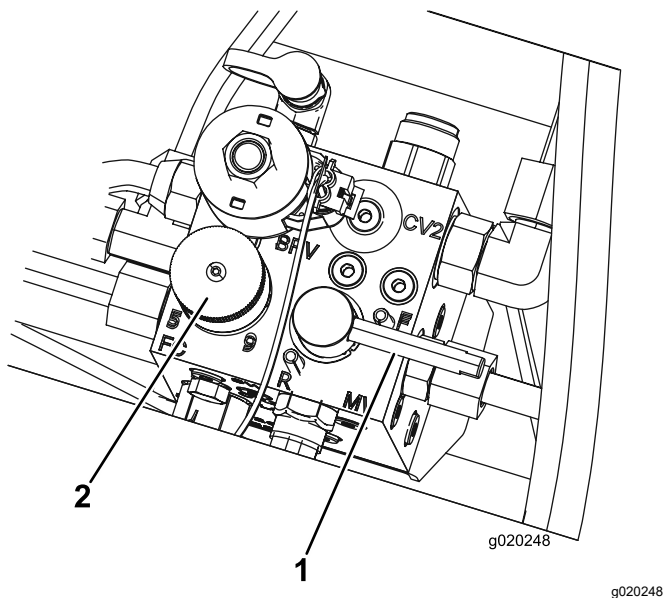

図 83
5. リール速度コントロールを 1 にセットする 図 83。